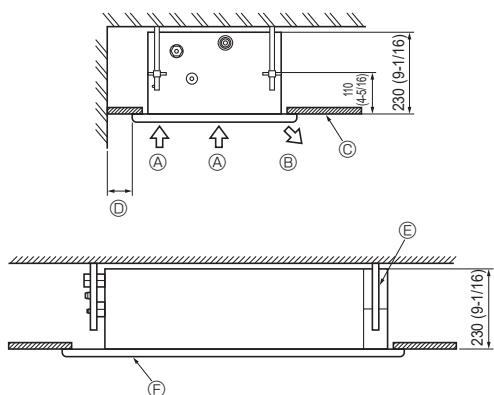

Fig. 2-2
①	Rondelle	4
②	Rondelle (avec isolant)	4
③	Gaine protectrice de tuyau	2
④	Courroie	6 (grands) 2 (moyenne) 2 (petits)
⑤	Vis	4 (M5 x 30) 4 (Vis autotaraudeuses 4 x 12)
⑥	Tube en verre	1
⑦	Plaque du conduit	1
⑧	Prise d'écoulement	1 (Marquée "UNIT")
⑨	Isolation	1
⑩	Cache du conduit	1
2.2. Espace nécessaire pour le service technique (Fig. 2-2)